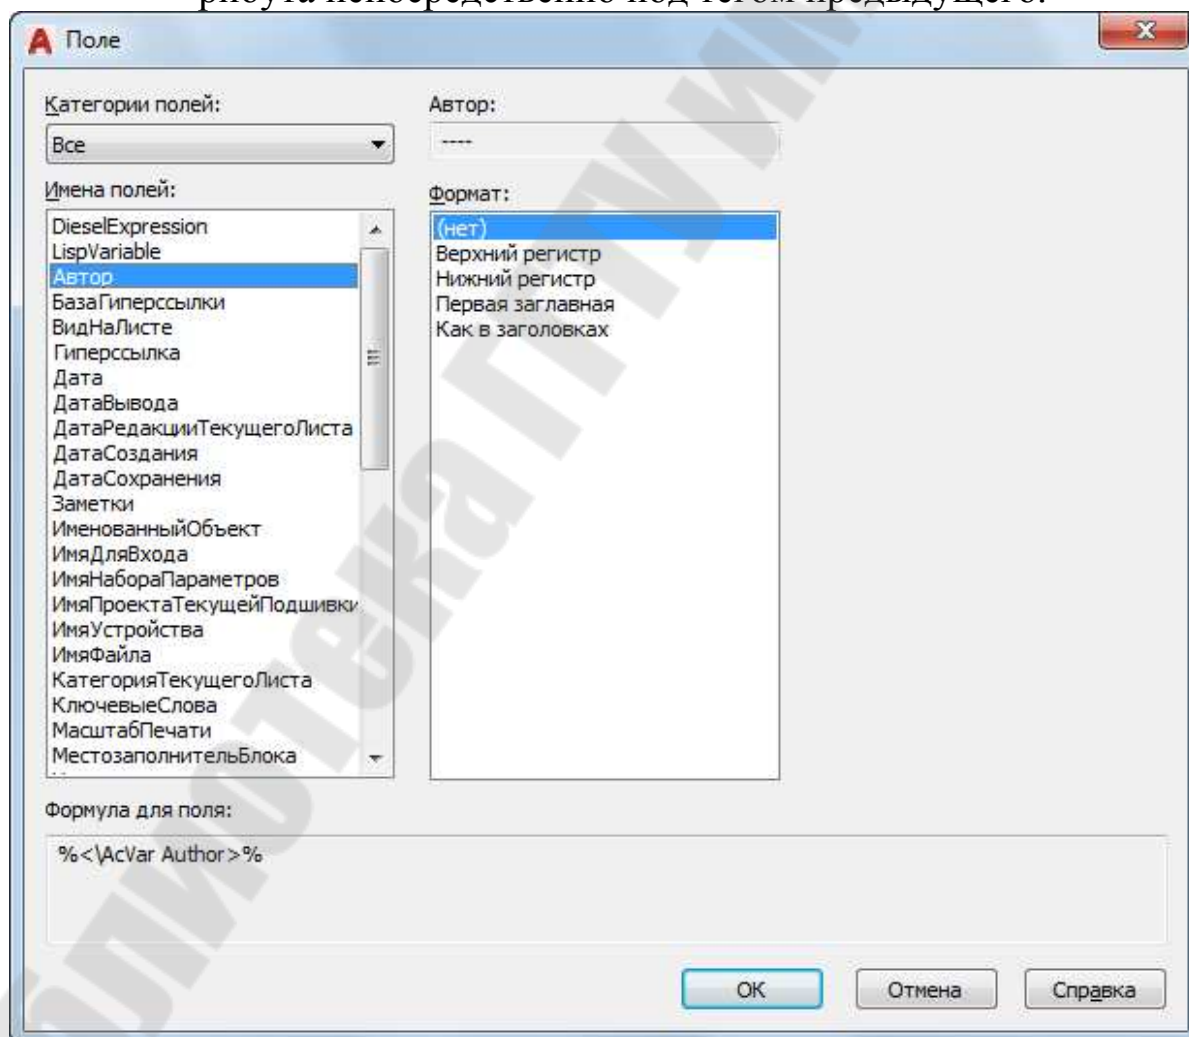

Рис. 2.126. Диалоговое окно «Поле»
**Добавление поля** – кнопка вызова диалогового окна «Поле» (рис. 2.126), в котором можно вставить поле AutoCAD в качестве полного или частичного значения атрибута.
**Список атрибутов** – содержит теги и значения первых 15 атрибутов блока, которые можно редактировать. Для вставки содержания информационного поля AutoCAD в качестве значения следует нажать правую кнопку мыши и выбрать пункт «Вставить поле» из контекстного меню, после чего в диалоговом окне «Поле» (рис. 2.126) выбрать соответствующее имя поля.